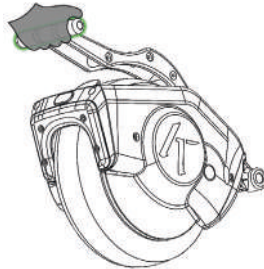

Figura 25
- Afferrare il TWIST R dall'apposita manopola (Figura 25).